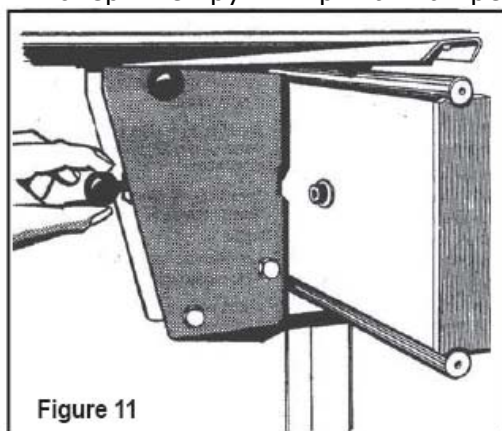

Figure 11
4. Поверните круглый рычаг на прежнюю позицию. Смотрите рис.11.